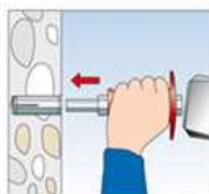
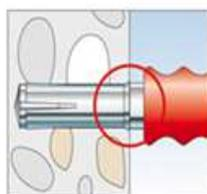

Fig. 3
Fig. 4
4. Le manchon est ensuite ouvert avec l'outil à percussion (côté fin Ø13mm) en enfonçant la goupille interne et serré contre la paroi du trou de forage [Figure 3 et Figure 4].